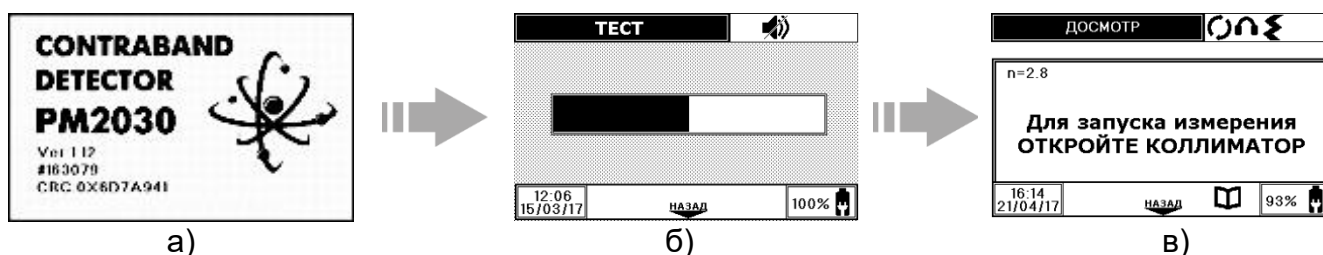

Рисунок 2.4 – Включение прибора
**2.1.4.1** Включение прибора осуществляется долговременным (до появления названия прибора на ЖКИ) удержанием кнопки . После включения на ЖКИ кратковременно отображается информация о приборе (рисунок 2.4): его название, версия встроенного ПО и номер прибора.
Встроенное ПО предназначено для расчета и вывода на дисплей значений скорости счета, записи данных в память прибора и передачи данных, хранящихся в памяти прибора, в ПК. Версию встроенного ПО «1.X» (где X от 0 до 99) можно увидеть при включении прибора на ЖКИ (рисунок 2.4). Встроенное ПО устанавливается производителем и пользователю его изменить невозможно.